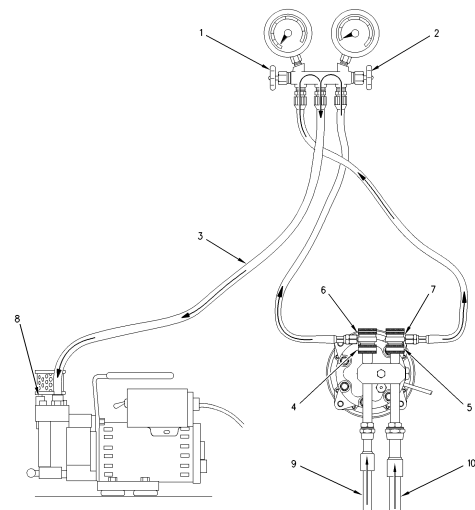

Рисунок 1
1. После удаления хладагента из системы убедитесь в том, что клапан низкого давления (1) и клапан высокого давления (2) закрыты. Отсоедините заправочный шланг (3) измерительно-распределительного коллектора от агрегата для обслуживания холодильной установки.
4. Подсоедините заправочный шланг (3) к впускному фитингу вакуумного насоса. См. рис. 1.
5. Полностью откройте клапан низкого давления (1) и клапан высокого давления (2) на измерительно-распределительном коллекторе. Клапаны открываются против часовой стрелки.
7. Чтобы открыть вентиляруемый выпускной клапан (8), поверните его против часовой стрелки.